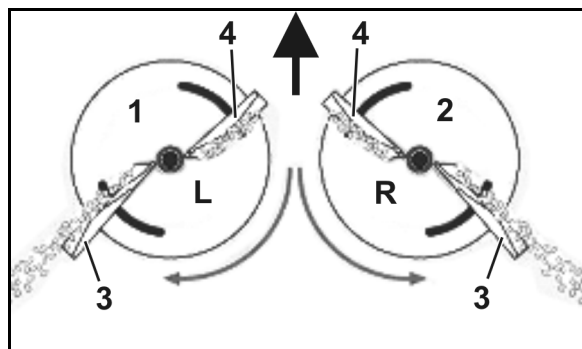

Fig. 18
- discul de împrăștiere din stânga (Fig. 18/1) cu marcajul **L**.
- discul de împrăștiere din dreapta (Fig. 18/2) cu marcajul **R**.
- Lungă (Fig. 18/3) - scala de reglaj cu valori de la 35 până la 55.
- Scurtă (Fig. 18/4) – scala de reglaj cu valori de la 5 până la 28.